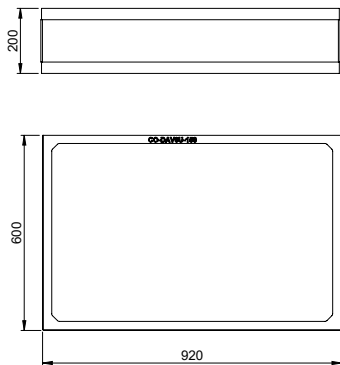

FIG 2
Sicherheitsabstand zu brennbarem Material (FIG 2)
Distances de sécurité (FIG 2)
FIG 2 a**Davos A High_N-29A**
* → FIG 2 C